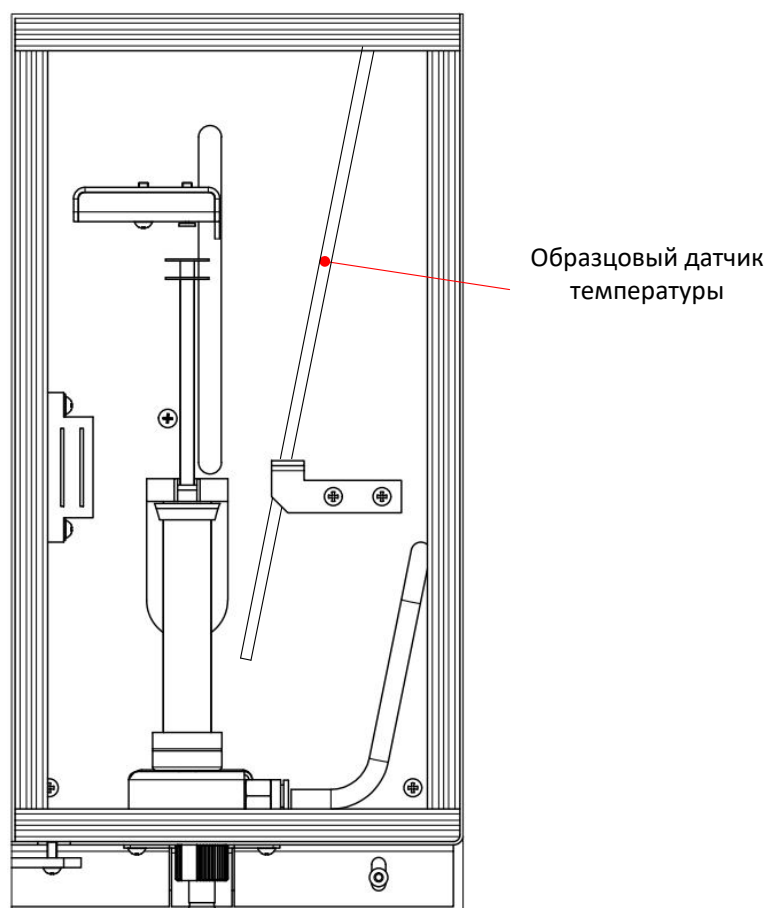

Рисунок 3 – Проверка температуры в дозаторе
9.7.2 Установить в дозатор образцовый измеритель температуры (см. рисунок 3).